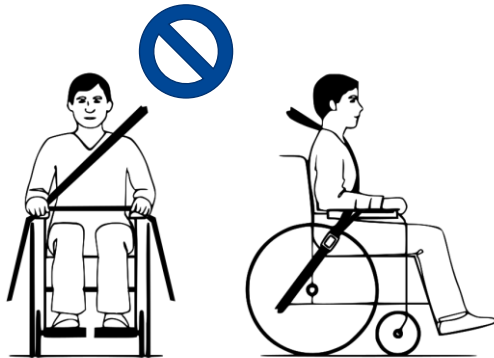

Figura 1 *Cinturón de retención mal abrochado*
6. Asegurarse de que los cinturones no estén torcidos ni lejos del cuerpo como se muestra en la figura 1.